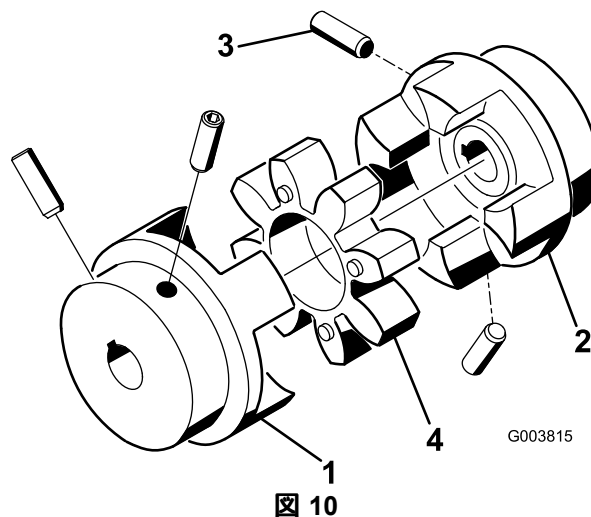

図 10
**注** カップラの中にカップラスパイダ 図 10 が入っていないことを確認しておく。
- モータとファンシャフト・カップラ 図 10 の固定ねじは  $6.69.3\text{Nm}$   $0.70.9\text{kg.m}$  =  $5882\text{in-lbs}$  にトルク締めする。